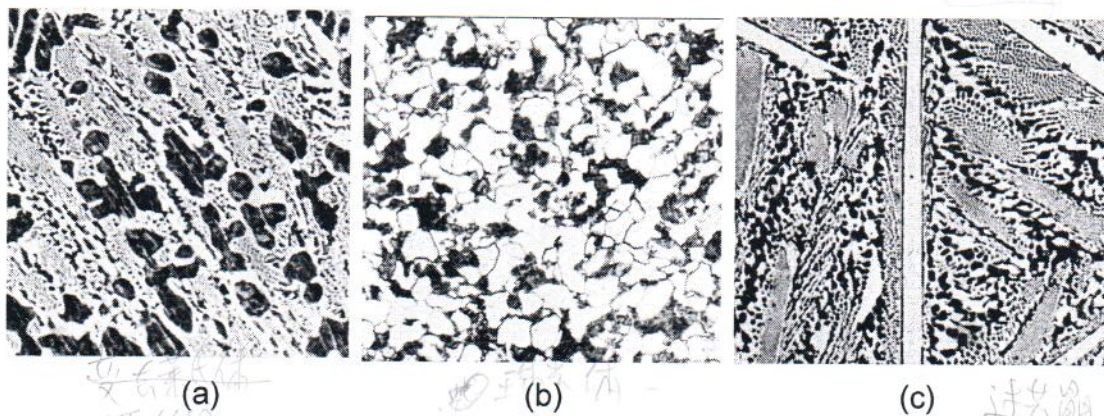

图 6 铁碳合金缓冷凝固组织 (第九题图)
九、图 6 为 3 个不同成分 (0.45%C, 3.4%C, 4.7%C) 的铁碳合金缓冷凝固组织 (硝酸酒精浸蚀样品), 回答以下问题 (共 20 分)。
2. 分析图 6(c) 中组织的凝固过程, 并计算该合金中白色长条状组织的重量相对量。